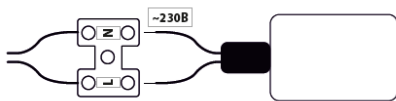

Рис.2 Схема подключения светильника к сети переменного тока 220-230 В
1. Смонтировать шпильки (2) к основанию рожка (1), продевая провод в шпильки.
3. Провода вывести на верхнюю часть основания (3) и соединить по цветам (синий с синим, коричневый с коричневым)
- 4.Закрепить монтажную планку (4) на потолке.
5. К планке (4) прикрепить люстру.
8. Ввернуть лампы. Подсоедините светильник к сети переменного тока согласно схеме на Рис.2.